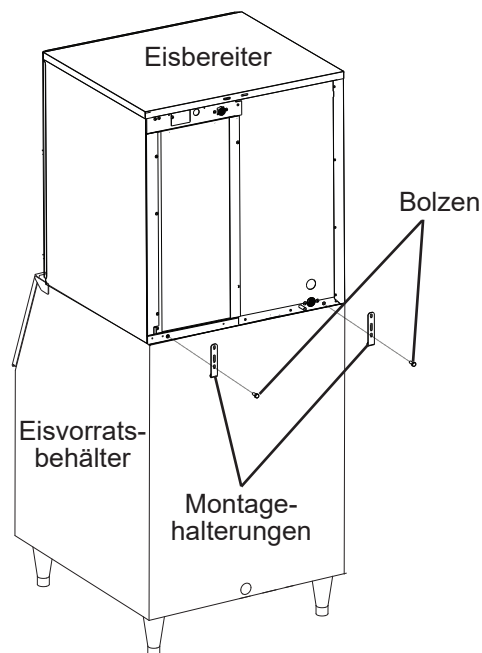

Abb. 2
- 4) Den Eisbereiter mit den mitgelieferten 2 Montagehalterungen und Bolzen am Vorratsbehälter befestigen. Siehe Abb. 2.
- 6) Eisbereiter: Blenden wieder anbringen. Siehe Abb. 2.